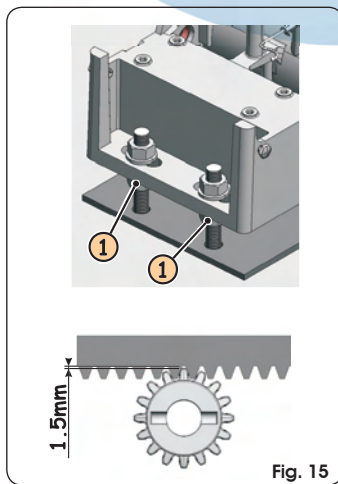

Fig. 15
- Na de installatie van de tandheugel moet de positie van de motorreductor ongeveer 1,5 mm worden verlaagd (Fig. 15) om te garanderen dat de tandheugel goed in het rondsel grijpt.